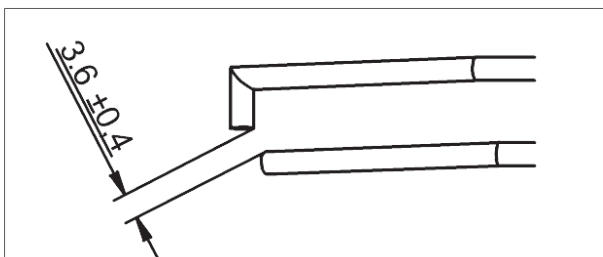

Figure 24 - Écart entre les deux électrodes
- b. L'écart entre les deux électrodes doit être égale à $(\pm)$ mm (figure 24).